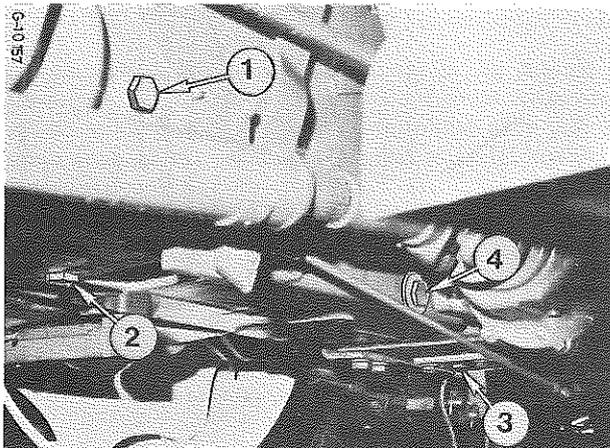

Figure 83
Vérifiez le niveau d'huile lorsque le tracteur est sur un terrain plat. Retirez le bouchon de niveau (1) Fig. 83.
Otez les bouchons (1 à 4) Fig. 83 lorsque l'huile est encore chaude et laissez-la s'écouler dans les récipients appropriés.